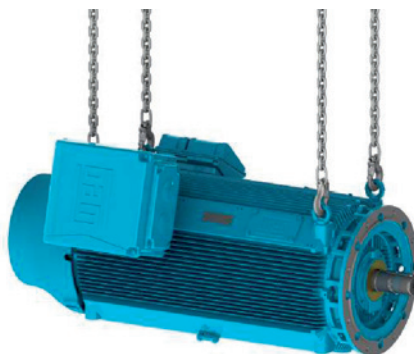

Figura 18 - Elevación del motor HGF, W51 HD y W50 utilizando dos grúas
1. Levante el motor a través de los cuatro cáncamos laterales, utilizando dos grúas, ver Figura 18;